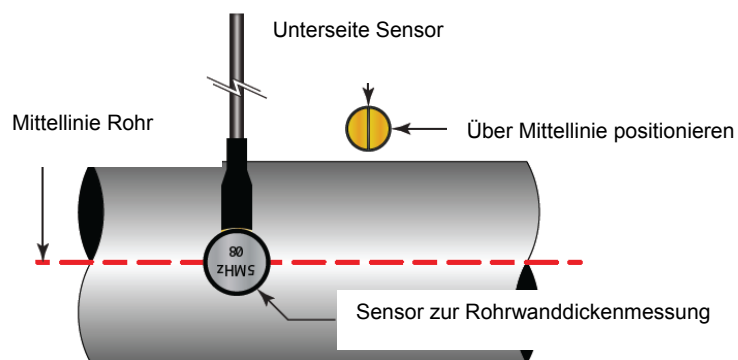

Abb. 61: Positionierung des Rohrwanddickensensors
Hinweis: Der Sensor zur Messung der Rohrwanddicke muss senkrecht zur Längsachse des Rohrs angebracht werden (s. Abb. 61).
- 1) Es ist sicherzustellen, dass das Menü: **"Messstelle > Nachschlagen > Tabelle"** zur Auswahl der manuellen Eingabe gemäß Abb. 61 aufgerufen ist.
- 2) Es ist sicherzustellen, dass die in der Anzeige **"Messstelle > Rohr"** erforderlichen Daten für das Rohrmaterial und für die Rohrwanddicke gemäß Abb. 61 eingegeben werden.